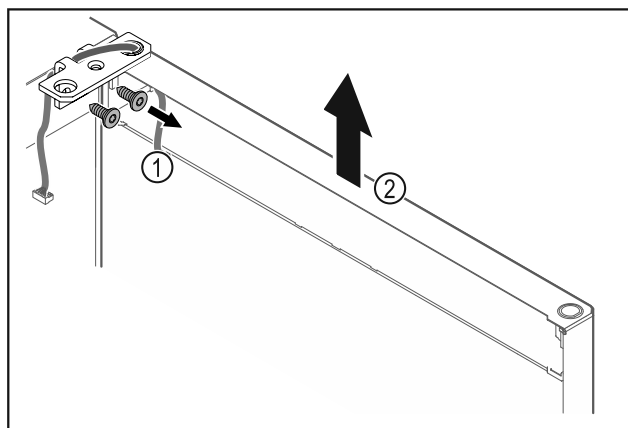

Fig. 22
- Scharnierhoek Fig. 22 (1) losschroeven.
- Deur inclusief scharnierhoek Fig. 22 (2) circa 200 mm recht omhoogtillen en verwijderen.